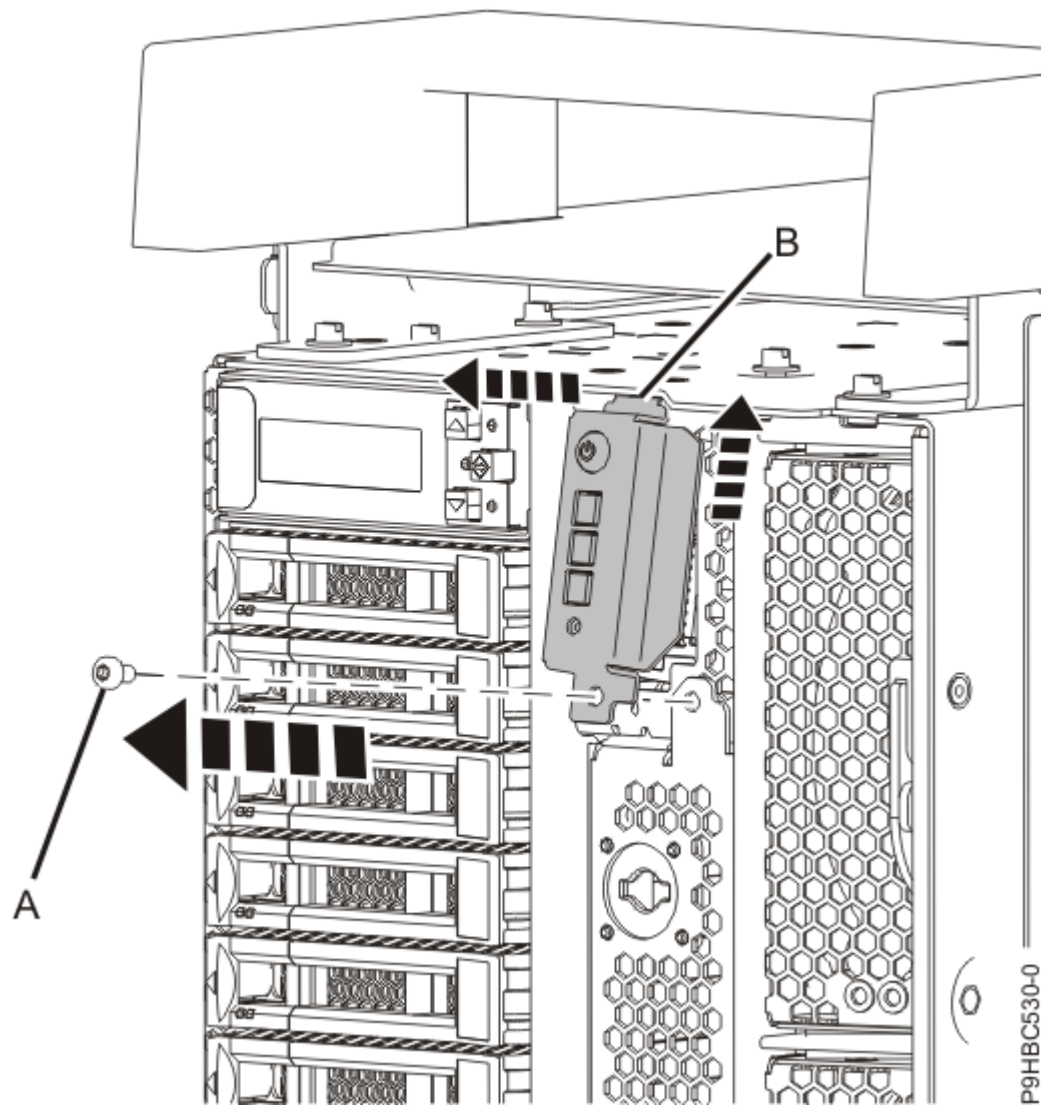

図 65. スタンドアロン・システムからのコントロール・パネルのねじの取り外し
- a) コントロール・パネルをシステムに固定しているねじ **(A)** を取り外し (69 ページの図 65 を参照)、コントロール・パネルを上回転させて上部タブ **(B)** を解放します。